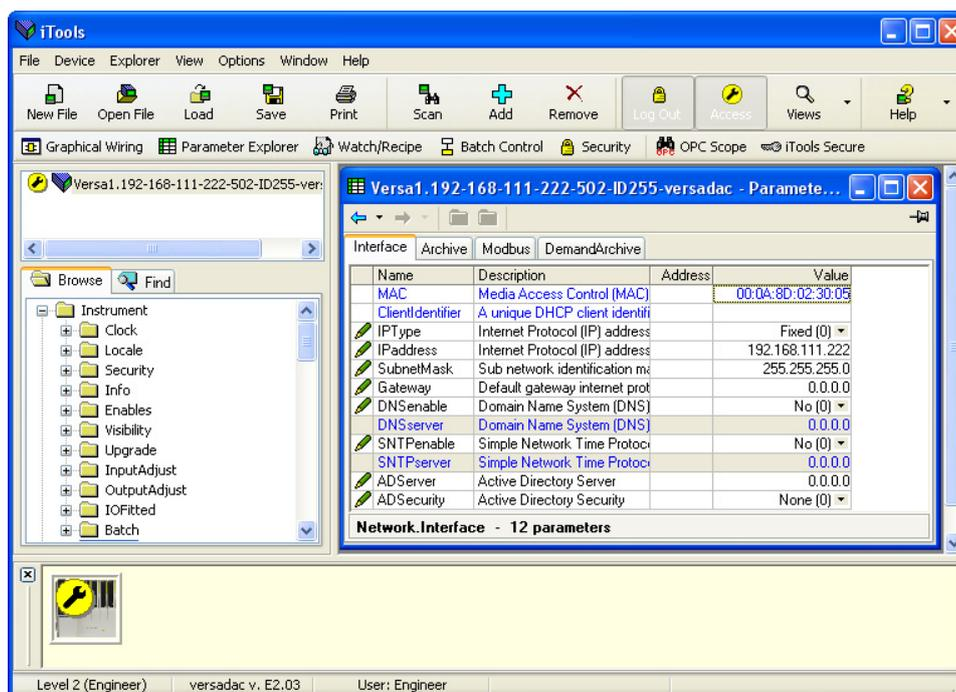
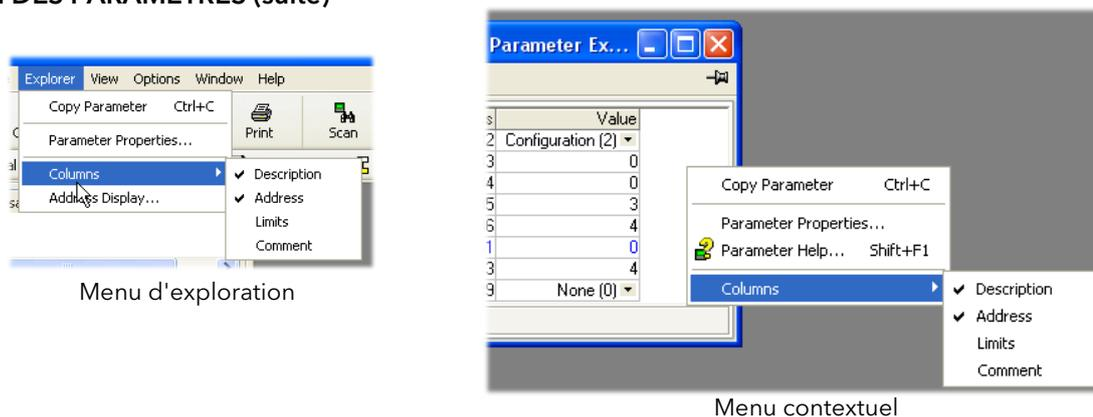

Figure 3.4a Exemple de table de paramètres
Figure 3.4b Activation/désactivation des colonnes
Dans chaque cas, les paramètres du bloc fonction apparaissent dans la fenêtre iTools sous forme tabulaire, comme dans l'exemple de la figure 3.4a ci-dessous.
La figure ci-dessus montre la disposition par défaut de la table. Vous pouvez ajouter/supprimer des colonnes de l'affichage à l'aide de l'élément « Colonnes » des menus Exploration ou contextuel (figure 3.4b).
2. Colonnes. La fenêtre d'exploration par défaut (figure 3.4a) contient les colonnes « Nom », « Description », « Adresse » et « Valeur ». Comme le montre la figure 3.4b, les colonnes à afficher peuvent être sélectionnées, dans une certaine mesure, à l'aide du menu « Exploration » ou du menu contextuel. Les « Limites » sont activées dans l'exemple ci-dessus.